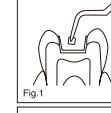

Fig.1
- Aplique GC CAVITY CONDITIONER (20 s.) o GC DENTIN CONDITIONER (20 s.) a las superficies de unión utilizando una bolita de algodón o esponja (Fig. 1).
*ISO 9917-1 : 2003 (E) (Ciment verre polyalcanoate)
- En utilisant une boulette de coton ou une éponge, appliquer le GC CAVITY CONDITIONER (10 secondes) ou GC DENTIN CONDITIONER pendant 20 sec. (fig. 1).
*ISO 9917-1 : 2003 (E)(Cimento de polialcanoato de vidro)
- Aplique CONDICIONADOR CAVITÁRIO GC (10 segundos) ou CONDICIONADOR DA DENTINA GC (20 segundos) sobre as superfícies de adesão com uma bola de algodão ou uma esponja (Fig. 1).